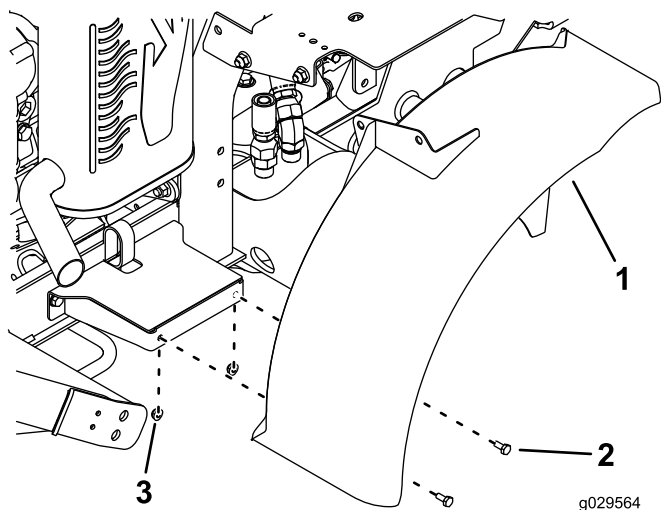

Figura 7
11. Monte, sem apertar, a parte lateral do guarda-lamas direito ao guarda-lamas com dois parafusos de 1/4 x 5/8 polegada e duas porcas de 1/4 polegada, tal como se ilustra na Figura 7.
12. Monte, sem apertar, o suporte (na parte de cima do guarda-lamas) ao suporte do depósito de combustível. Utilize dois parafusos de 3/8 x 3/4 polegada e duas porcas flangeadas de 3/8 polegada, tal como se ilustra na Figura 7.